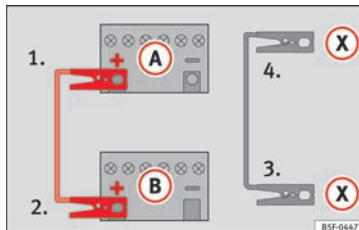

Bild 71 Skiss över anslutning i fordon med start-/stoppsystem.
- **Fordon med start-/stoppsystem:** Anslut ena änden av den **svarta** startkabeln **X** till en lämplig jordpunkt, en fast metalldel på motorblocket eller till själva motorblocket » » **bild 71**.